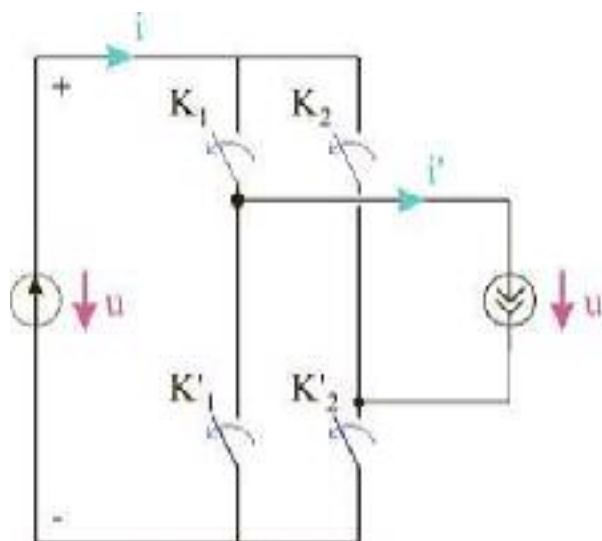

Figura 2
- Un inverter monofazat în punte este constituit din două brațe (figura 2)